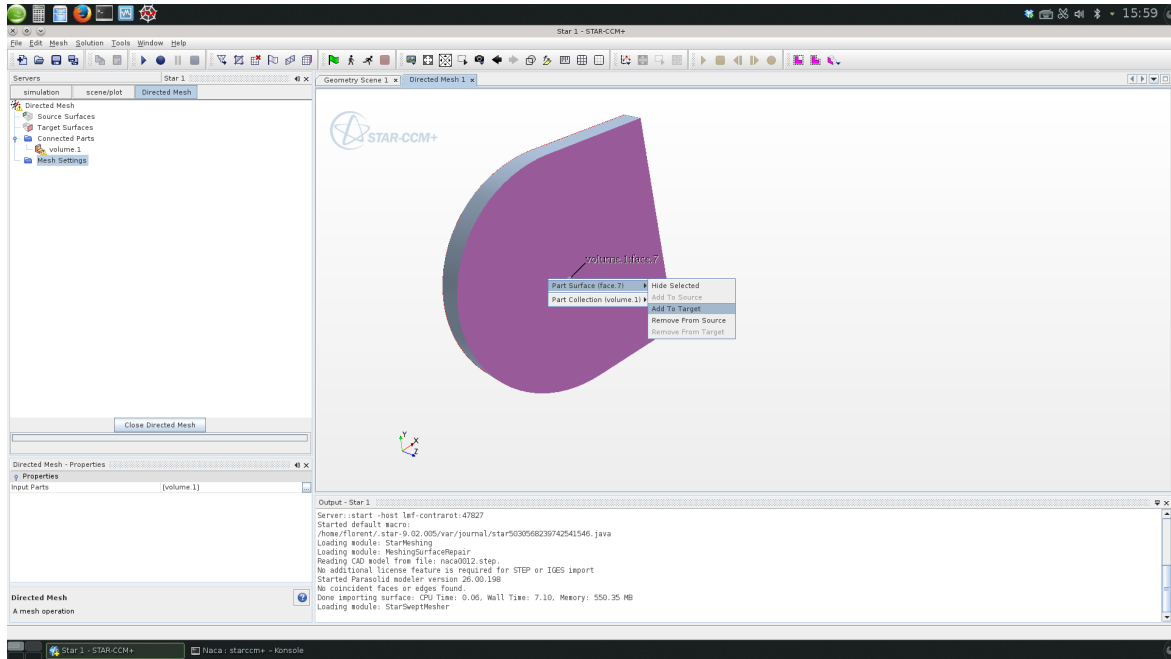

FIGURE 6 – Définition de la surface source
- Faire un clic-droit sur la première surface, et choisir “add to source” (voir Fig. 6) ;